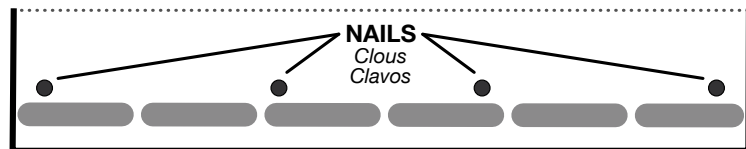

Figure 3 - Disposition des fixations pour Smart Start™
Disposition du clouage : Utilisez (4) attaches pour chaque bardeau de départ. Installez avec des attaches placées à 1-1/2" - 3" (38-76 mm) en remontant de l'avant-toit, une à 1" (25 mm) de chaque extrémité du départ et les deux autres espacées régulièrement sur la même ligne que les attaches de la fin. Ne placez pas d'attaches dans la bande d'étanchéité du dessous (Voir la Figure 3).